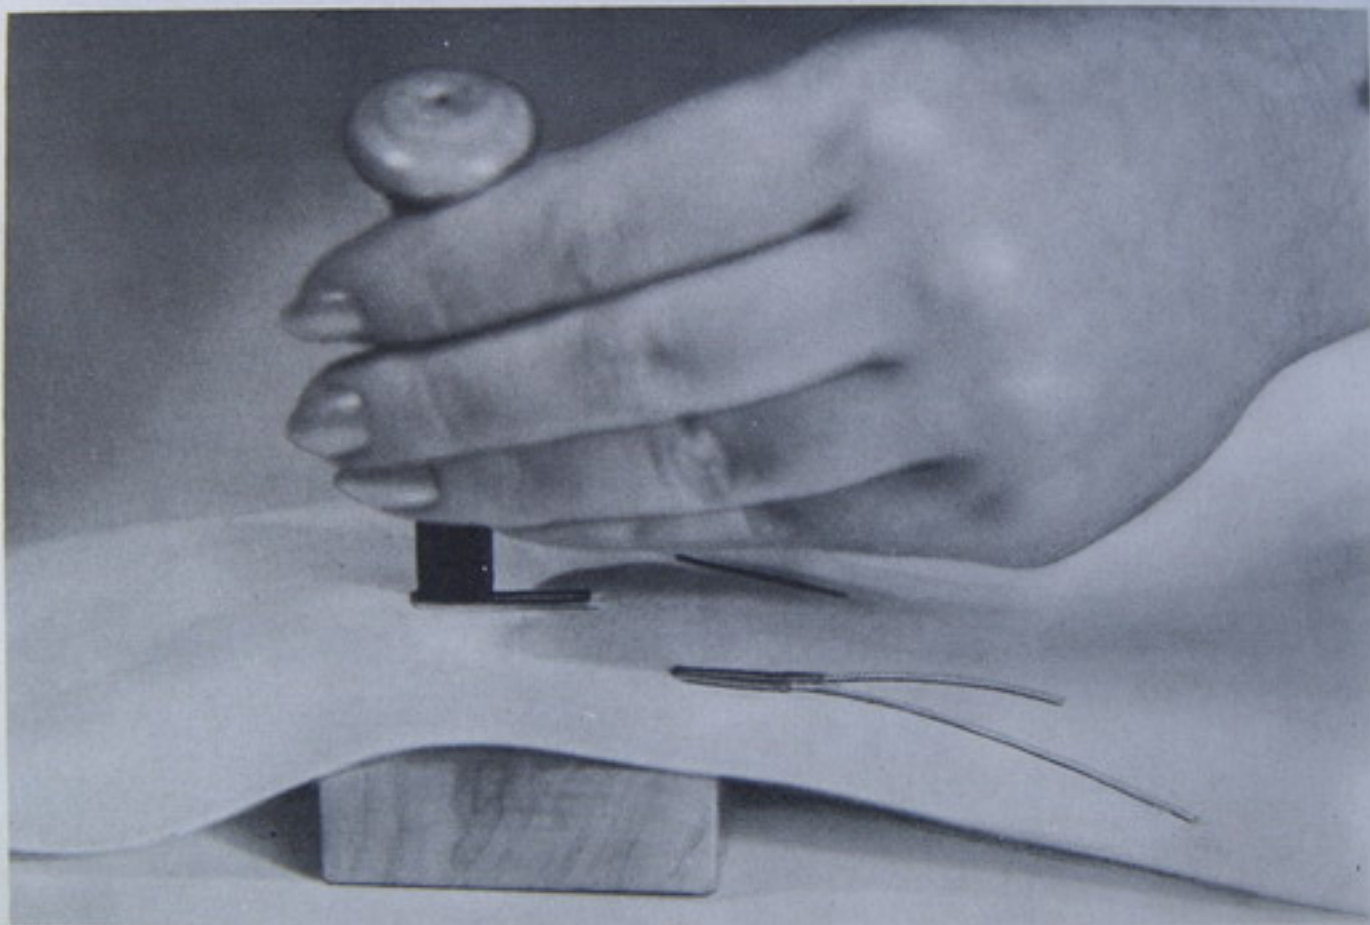

Fig. 34
- 12.—Finalmente, ponga la labor sobre el pequeño taco suministrado en la caja de accesorios y corte el tejido entre los dos bordes por medio del abre-ojales (FIG. 34).